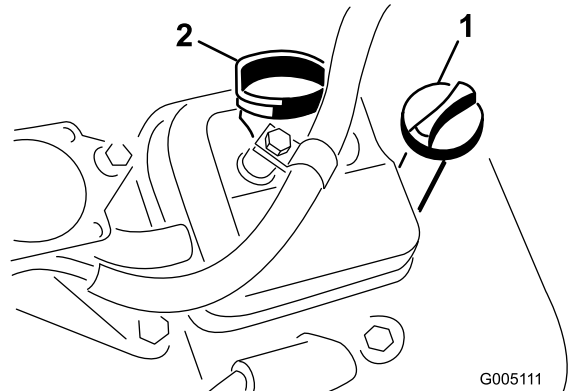

Figura 22
3. Enrosque la varilla en el tubo asegurándose de que entre a tope (Figura 22).